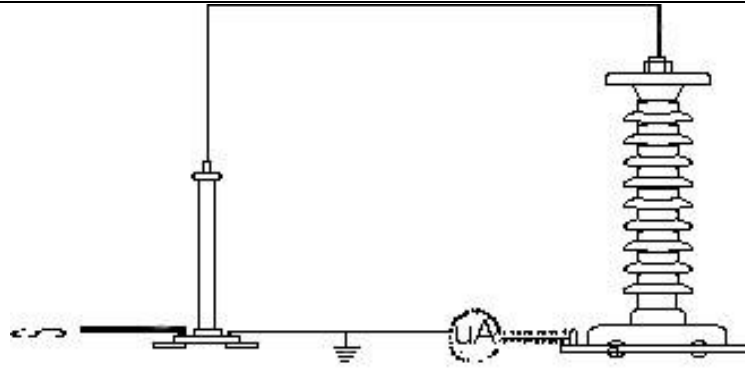

图 8a 微安表接入试品末端接线图
5.4.3 对氧化锌、磁吹避雷器等试品接地端可分开的情况下，也可采用在试品的底部(地电位侧)串入电流表进行测量的方式。但也必须使用屏蔽线(见图 8a)。当要排除试品表面泄漏电流的影响，可用软的裸铜线在试品地电位端绕上几圈与屏蔽相联接(见 8b)